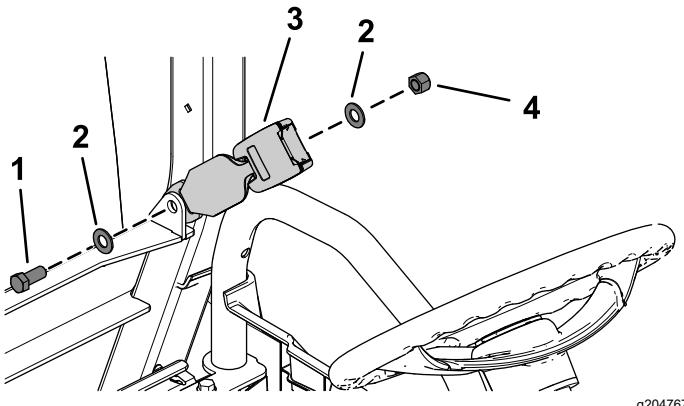

Figure 27
1. Fixez un verrou de siège à l'aide d'un boulon à tête hexagonale (7/16" x 1"), de 2 rondelles plates (7/16") et d'un contre-écrou (7/16"), comme montré à la Figure 27.